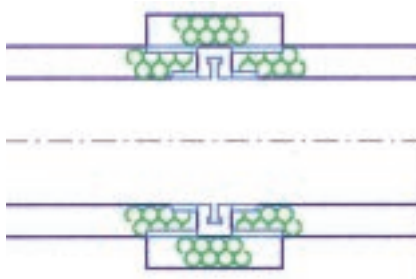

Bild 18
- Bei Kanalfanschen müssen die Platten links und rechts angearbeitet und über den Flansch Stoßabdeckungen geklebt sein (Bild 18).